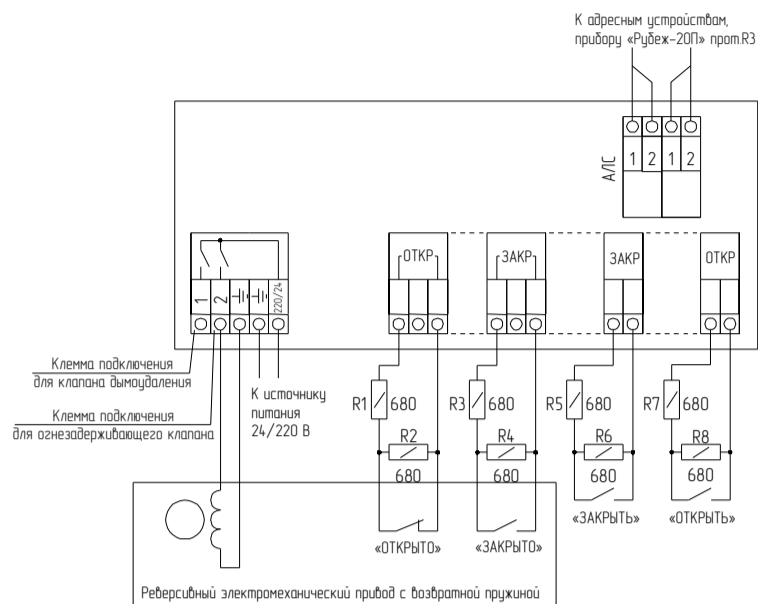

Рисунок 3 (заслонка клапана в положении «Открыто»)
- Привод с возвратной пружиной (Рисунок 3)